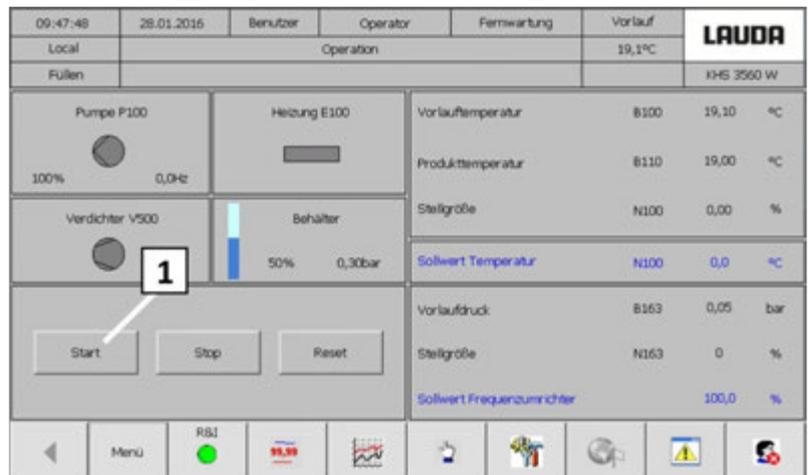

Fig. 36: Écran fonctionnement
29. Appuyer sur la touche Démarrage (Voir la Fig. 36 [1]) : Pompe P100 activée, selon prescription de la consigne chauffer ou refroidir activée